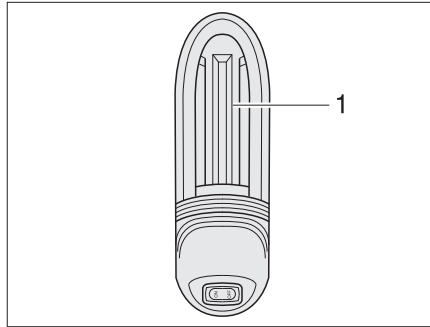

Bild 401 Garagenleuchte
- Leuchtenabdeckung (Bild 401,1) etwas nach oben schieben und abnehmen.